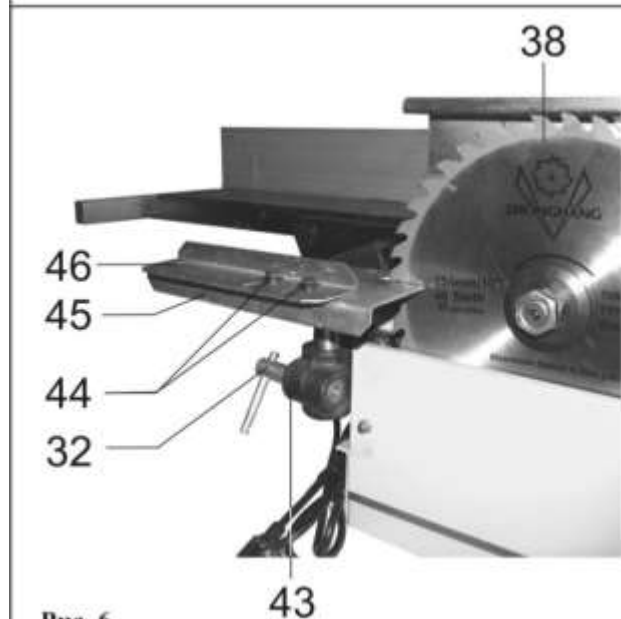

Рис. 6
### 8.4. Установка рабочего стола для шипорезных работ (Рис. 6)
- зафиксировать выбранное положение направляющей планки (46) на рабочем столе (45) относительно пильного диска (38) двумя установочными болтами (44), Рис. 6.